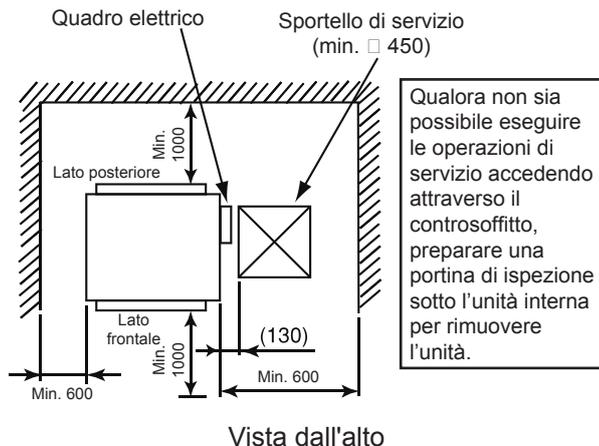

Fig. 4.1 Funzionamento e spazio di installazione
- Installare l'unità interna avendo cura di lasciare tutto intorno spazio sufficiente per l'installazione e la manutenzione, come illustrato nella Fig. 4.1.